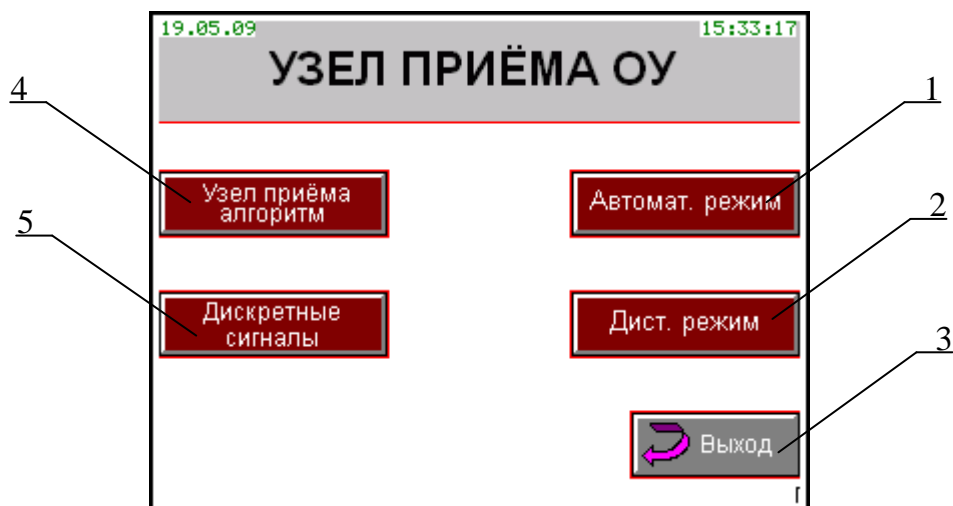

Рисунок 2.4 – Окно узла приёма ОУ
2.3.4 Переход в дистанционный режим – кнопка «Дистанционный режим» (рисунок 2.4, позиция 2).